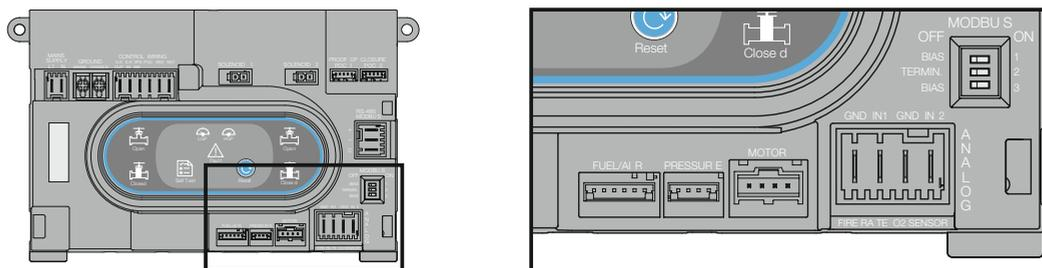

Fig. 3. Conexão do Módulo de Pressão.
- a. Insira conector final no entalhe com rótulo PRESSÃO (PRESSURE). Consulte a Fig. 3.